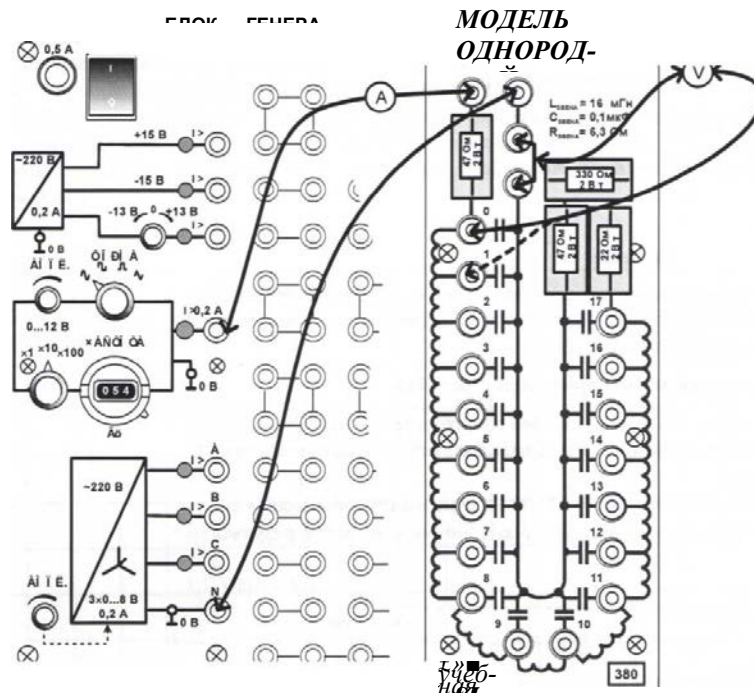

Рис. 7.1.1
Модель однородной длинной линии представляет собой цепную схему из семнадцати симметричных одинаковых П-образных четырёхполюсников (рис. 7.1.1). Номинальные параметры звеньев указаны на лицевой панели. В начале цепной схемы и в конце её имеются дополнительные гнезда для подключения амперметров, токоограничивающих резисторов, нагрузок. Для этой цели можно использовать также наборное поле блока генераторов напряжений.
- Соберите цепь в соответствии с рис. 7.1.1, сначала без сопротивлений нагрузки (режим холостого хода). На входе линии включите токоограничивающее сопротивление 47 Ом, а в конце - только вольтметр.